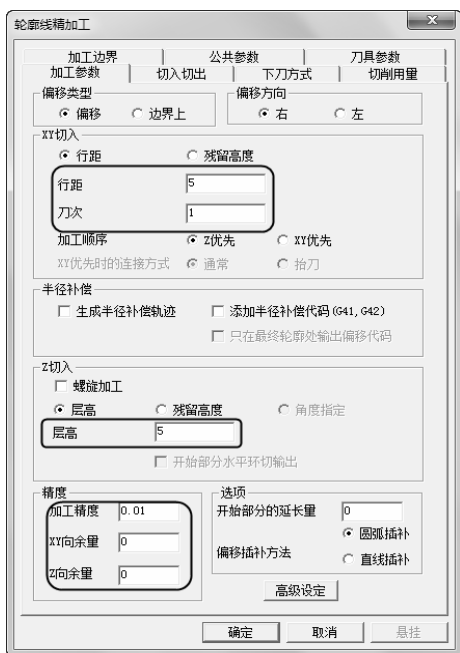

图 2-65 “加工参数”选项卡
1) 单击“加工参数”选项卡，设置“偏移类型”为“偏移”，“偏移方向”为“右”，“XY 切入”为“行距”，“加工顺序”为“Z 优先”，“Z 切入”为“层高”，“偏移插补方法”为“圆弧插补”。具体“行距”、“刀次”、“层高”、“加工精度”、“XY 向余量”、“Z 向余量”参数数值如图 2-65 所示。